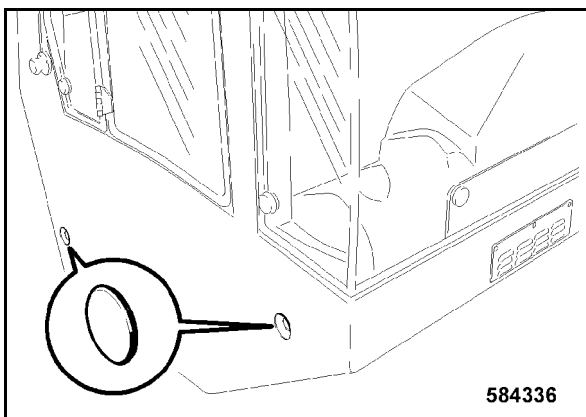

Fig. 251
- Tapar todos los puntos laterales de unión rosca con tapas de plástico 1 (Fig. 251).